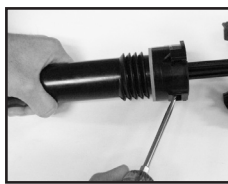
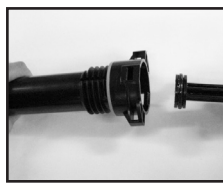

Figura 2
Figura 3
2. Para desmontar la tapa de la bomba del cilindro de la bomba, empuje las lengüetas en ambos lados del cilindro de la bomba que traban el cilindro a la tapa con un destornillador plano (Vea la Figura 2) y levante la tapa de la bomba. Después que las lengüetas sean separadas, la tapa de la bomba y la asa pueden ser retiradas del cilindro de la bomba. (Vea la Figura 3).